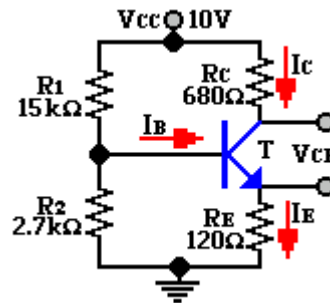
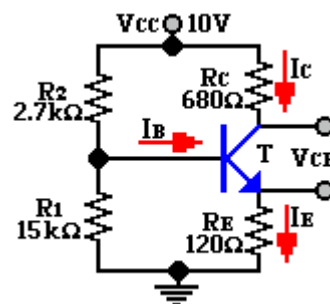

Figura 6.2
Figura 6.3
3. Arme el circuito de la figura 6.2.
5. Intercambie las resistencias  $R_1$  y  $R_2$  como se muestra en la figura 6.3.
- Explique detalladamente la diferencia si existe entre la figura 6.2 y la figura 6.3. ¿Cómo son estos valores, con los teóricos? Explique su respuesta.